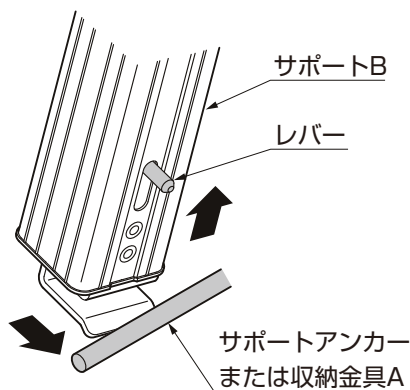

図6-2
- ②サポートの長さを調節して、サポートB下部のレバーを上げながらサポートのアンカーまたは下側の収納金具Aに引掛けてレバーを離してください。(図6-2参照)